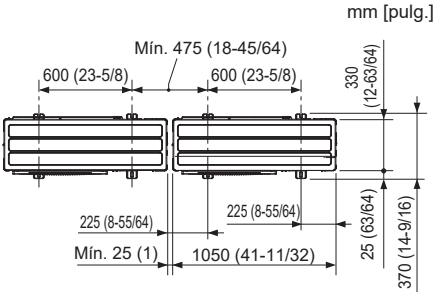

Fig. 3-1
- Cercirese de instalar la unidad en una superficie robusta y nivelada para evitar los ruidos de traqueteo durante la operacin. (Fig. 3-1)